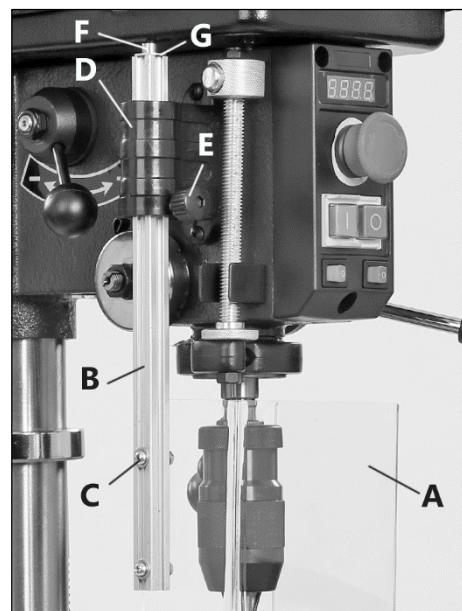

Рисунок 10.
Прикрепите защитный экран (A) (рис. 10) к направляющей (B) с помощью двух винтов, шайб и гаек (C). Вставьте направляющую в специальный кронштейн (D). Затем установите ограничительную шайбу (G) с помощью винта (F). Настроить высоту установки защиты можно с помощью винта (E).
**Внимание!** На станке имеется концевой выключатель, который не позволяет запустить станок, если экран (A) открыт.